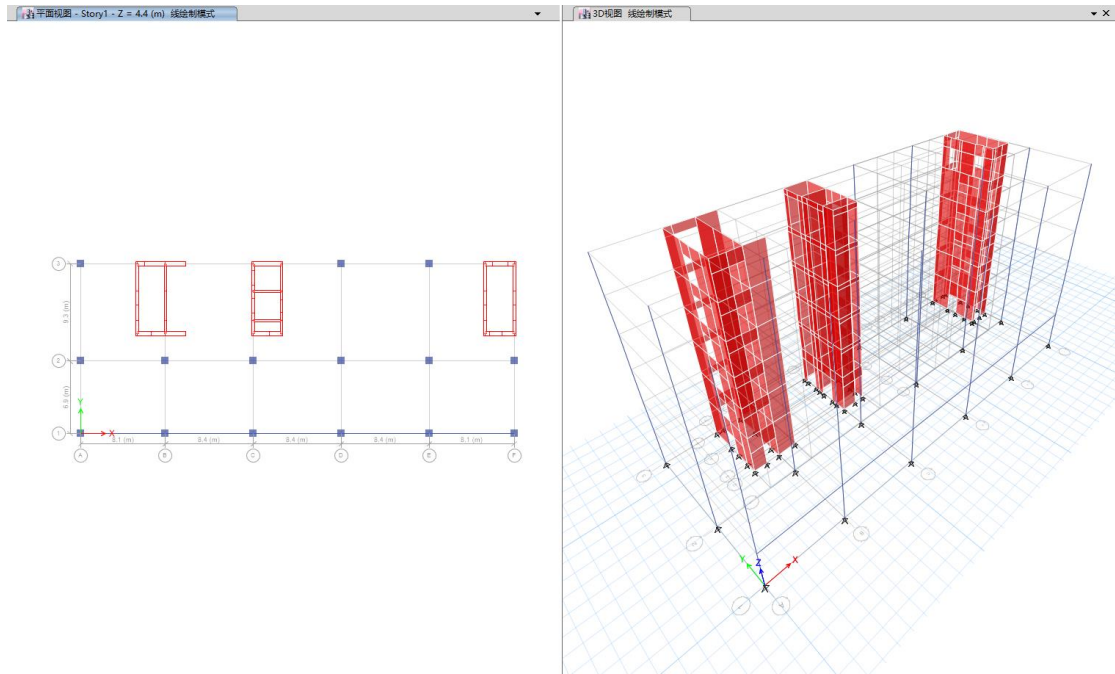

图 4-28 快速绘制梁对象
- 2) 如图 4-28 所示，从左上角至右下角拖动鼠标绘制梁对象;
- 2) 在图 4-28 所示的平面上，依次点击 3D、3E 轴网交点，按回车或鼠标右击结束绘制;